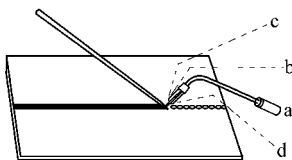

图 8-51 喷嘴倾斜位置
(1) 焊枪嘴与焊件的相对位置 直接影响到工作的快慢及焊缝的质量。例如,在开始焊接时,焊件是冷的,大部分热量都被附近的材料所吸收,所以为了热量集中,使熔池易于形成,此时焊嘴与焊件表面所成的角度应大一点,约近于直角,如图 8-51 所示的位置 c。但熔池形成后,继续往前施焊时,因为熔池附近的金属,已经有相当高的温度,烧熔它所需的热量自然可以较小,为了避免金属发生过热烧穿现象以及加快焊接速度起见,此时焊嘴应偏斜一点。倾斜的程度
要看焊件的厚薄而言,通常用三号焊枪,施焊 1~1.5 mm 厚的焊件时,其倾斜角约为 50°(从水平量起),如图 8-51 所示的位置 a; 小于 1 mm 厚者,为了怕烧穿,倾斜角应小,约为 40°,如图 8-51 所示的位置 d; 焊接 2 mm 厚者,应为 60°~70°,如图 8-51 所示的位置 b 或 c。当焊到尽头时,焊接热量在被焊件上传导散失减少,此时喷嘴的角度应变小,并应略微加大焊嘴与焊件距离。上面所述的是指钢材焊件而言,对于熔点较低的金属,在工作时应略有变更,其角度应随实际情况而定。